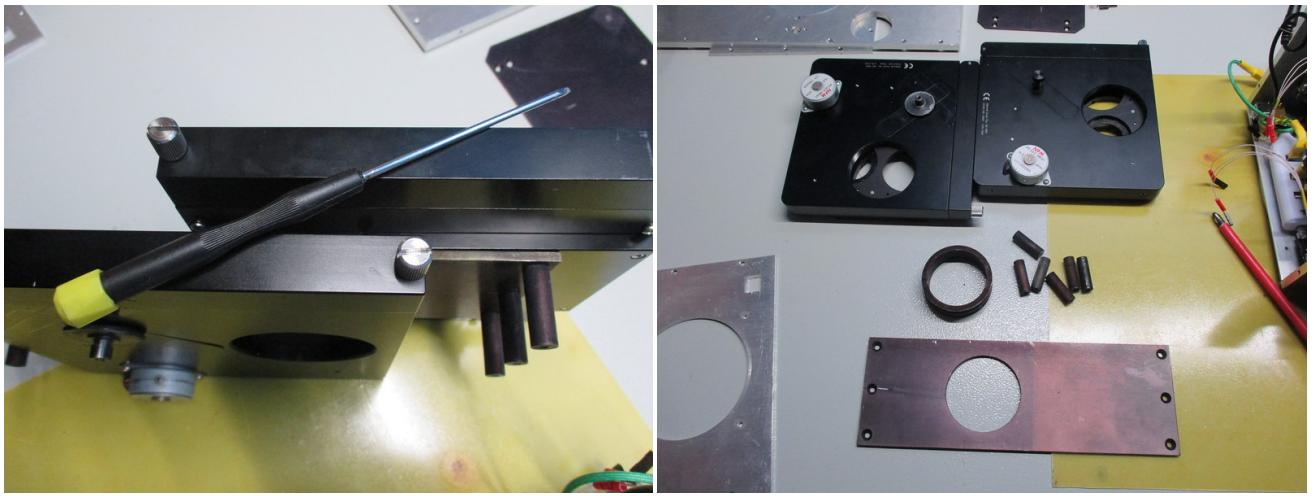

Рис. 18: Отсоединение турелей.
**5.** При помощи шестигранника на тонкой длинной рукоятке (либо длинной плоской отвертки) ослабить винты, фиксирующие турели на центрующем кольце (рис. 18 слева). Снять с кольца турели, вынуть кольцо из панели турелей и открутить от панели крепежные стойки.